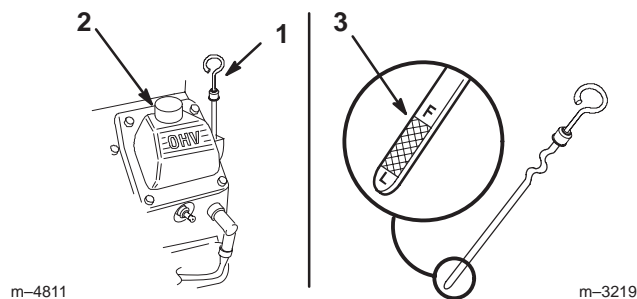

Figure 41
3. Nettoyez la surface autour de la jauge d'huile (Fig. 41) pour éviter que des impuretés ne s'introduisent dans le goulot de remplissage, ce qui risquerait d'endommager le moteur.
4. Sortez la jauge d'huile et essuyez soigneusement l'extrémité métallique (Fig. 41).
5. Enfoncez la jauge complètement dans le goulot de remplissage. Sortez de nouveau la jauge et examinez l'extrémité métallique (Fig. 41). Si le niveau est bas, versez lentement une quantité d'huile suffisante dans le goulot de remplissage pour amener le niveau au repère du plein (F).
7. Versez lentement environ 80 % de la quantité d'huile spécifiée dans le goulot de remplissage (Fig. 41) (voir Changement de l'huile moteur et du filtre, page 36).